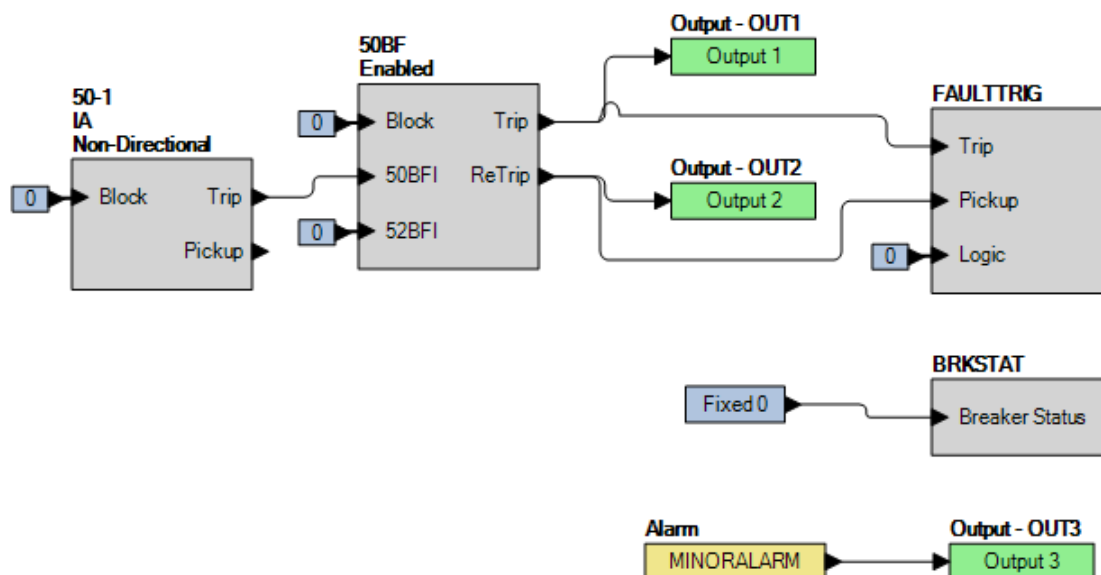

Figure 73-2. Paramètres BESTlogicPlus (BFI50 Amorçage du déclenchement du BE1-11g contrôlé par le courant)
Étape 8 : Utilisez BESTCOMS*Plus* pour configurer la Logique programmable BESTLogic*Plus* illustrée dans la Figure 73-2.